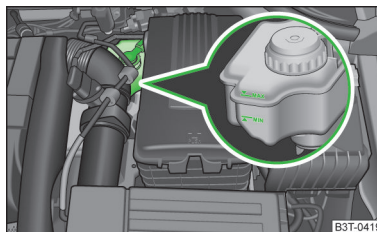

Fig. 165
- Dacă nivelul lichidului a scăzut sub marcajul MIN » fig. 165 la pagina 193,  nu continuați deplasarea – pericol de accident! Solicitați asistența de specialitate a unei unități de service.
Recipientul lichidului de frână se găsește în compartimentul motor » fig. 165.
- Verificați nivelul lichidului de frână pe recipientul acestuia » fig. 165.